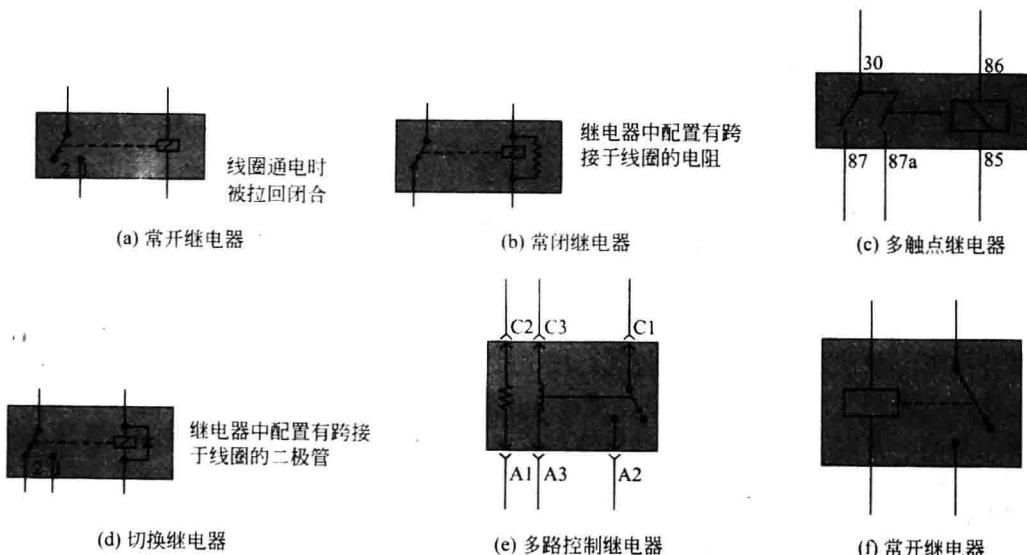

图 1-3 常见继电器符号
由于继电器具有用小电流控制大电流的工作特点，使继电器在电路中具有双重身份。对于受继电器控制的用电器来说，继电器是控制器，对于控制继电器的各种开关和电控单元来说，继电器是用电器。在汽车间接控制电路中，常见的继电器有：①常开式继电器，如图 1-3 (a)、(f) 所示，在继电器线圈通电时，触点闭合，接通用电器电路；②常闭式继电器，如图 1-3 (b) 所示，与常开式继电器工作原理相反，在继电器线圈通电时，触点断开；③切换式继电器，如图 1-3 (d) 所示，继电器有两对触点，一对为常开触点，一对为常闭触点，在电磁线圈通电时，常开触点闭合，常闭触点断开；④多路控制继电器，如
图 1-3 (e) 所示, 继电器内线圈不止有一个, 继电器触点受多个继电器线圈多个控制器控制, 常用于同一个用电器受多个控制器控制的电路; ⑤多触点继电器, 如图 1-3 (c) 所示, 在同一个继电器内, 继电器触点不止有一个, 继电器各个触点之间是联动关系, 这样的继电器常用于多个或多路用电器的控制电路中, 在有的继电器线圈上会并联一电阻、电容或二极管, 这样是为了保护继电器线圈、控制开关触点和电控单元。
无论是何种形式的继电器都有继电器线圈和继电器触点这两个基本元器件。继电器在电路图中常用电器符号表达。电路图中常见继电器符号如图 1-3 所示。继电器符号一般由继电器线圈和继电器触点组成, 线圈与触点用虚线相连, 表示此触点受该线圈的控制。继电器触点在电路图中所处的位置一般表示该系统处于停止工作状态时的位置。若继电器触点处于断开状态, 如图 1-3 (f) 所示, 则说明该继电器为常开继电器。若继电器触点处于闭合状态, 则说明该继电器为常闭继电器。